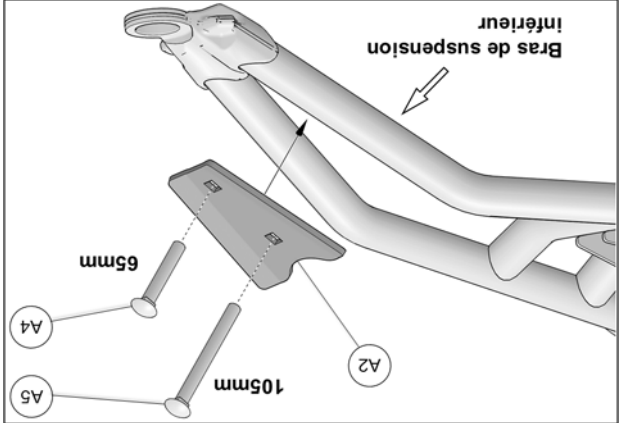
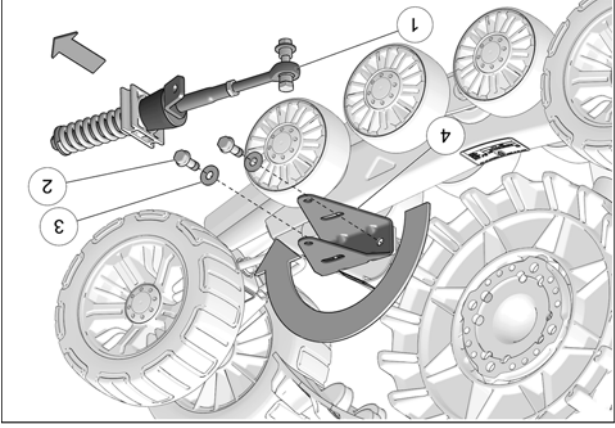

Fig. 18
Fig. 13
9. Positionner le couvert de l'ancrage anti-rotation (A2) sur le bras de suspension inférieur tel que montré à la Fig. 13. Insérer les boulons de carrosserie dans les trous carrés présents dans le couvert; le boulon M10x65mm (A4) à l'avant et le boulon M10x105mm (A5) à l'arrière. Voir la Fig. 18
5. Retirer les bras stabilisateurs (1). Retirer ensuite les boulons (2) et rondelles (3) qui fixent les ancrages anti-rotation (4) aux systèmes avant. Pivoter les ancrages anti-rotation (4) de 180°. Voir la Fig. 13